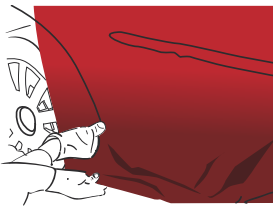

Figure 10
- › Appliquer le relief avec le doigt ou la raclette plastique recouverte de feutrine. (FIG. 10)